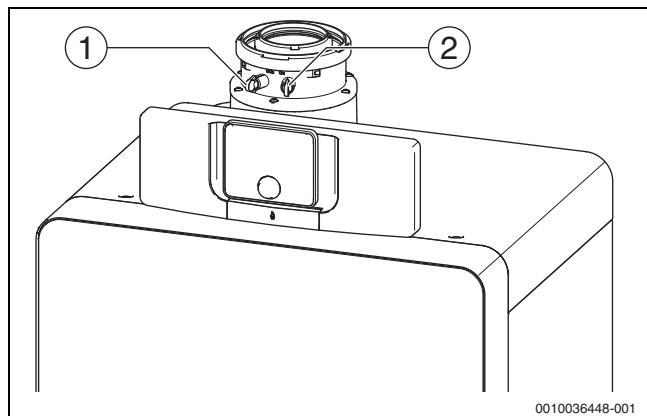

Bild 30 Messwerte aufnehmen
- ▶ Messfühler durch die Messöffnung (→ Bild 30, Seite 22) im Abgasrohr in den Kernstrom halten und CO₂-Gehalt kontrollieren.